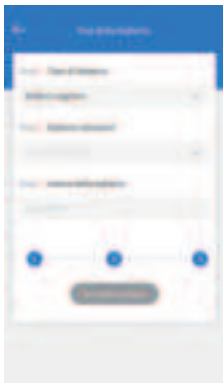

Figura 4.1.4
4. Immettere il valore della capacità della batteria e toccare Test della batteria per avviare il test (vedere la figura 4.1.4).